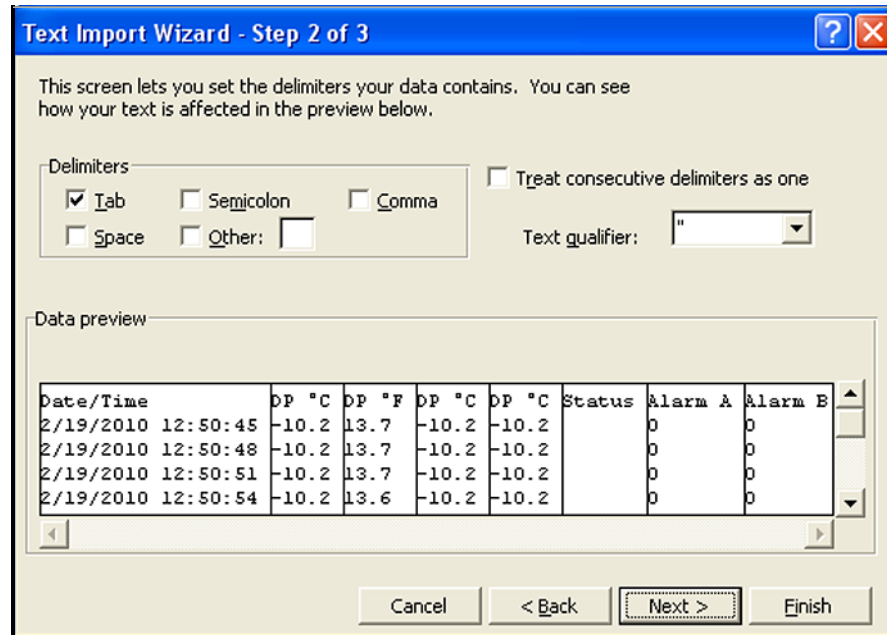

Figure 60: Import-Assistent von Microsoft Excel – Schritt 2
4. Befolgen Sie die Anweisungen auf dem Bildschirm, nehmen Sie erforderliche Änderungen vor und klicken Sie auf **Weiter**. Daraufhin wird ein Fenster wie in *Figure 60* unten geöffnet.